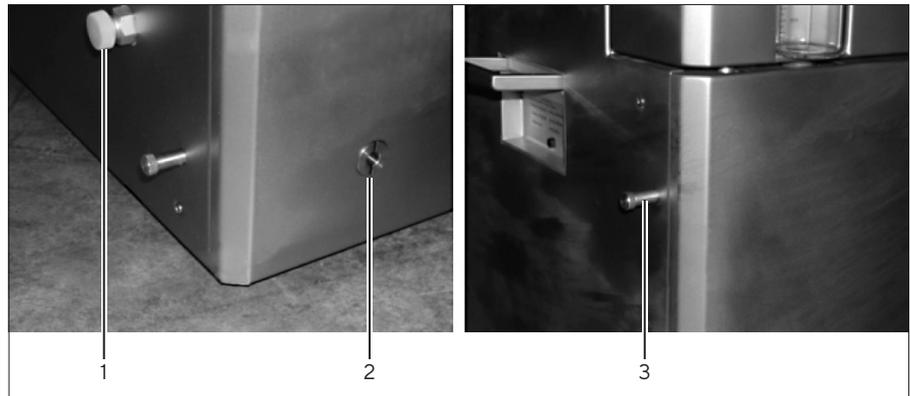

Abb.10: HTF-Ablassventil und Dichtschauben des Cryopilot A
- ▶ Stellen Sie sicher, dass das Ablassventil geschlossen ist (drehen Sie es im Uhrzeigersinn in die senkrechte Stellung und verschließen Sie die untere Dichtschaube seitlich am Cryopilot A, wie in Abbildung 10 dargestellt).